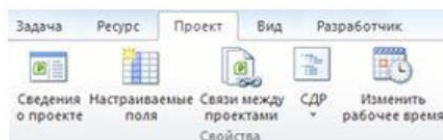

Рис. 17: Вкладка Проект - группа Свойства
*Основные параметры проекта.* После того, как создан файл проекта, необходимо определить основные параметры проекта. Для этого на вкладке Проект в группе Свойства выберите команду Сведения о проекте (см. Рис. 17).